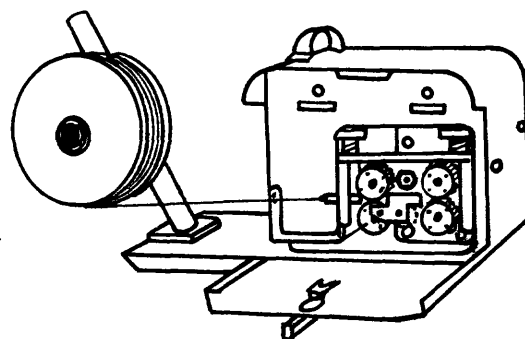

Fig. 1
- ___a Fije el carrete de alambre al porta-carrete (fig. 1).